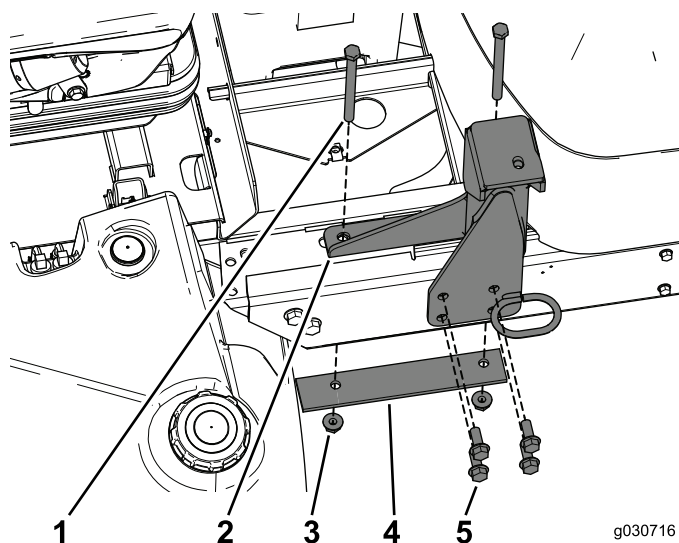

Рисунок 19
1. Присоедините заднее крепление к раме, используя крепежные детали, снятые при демонтаже конструкции защиты оператора при опрокидывании (ROPS) (Рисунок 19).